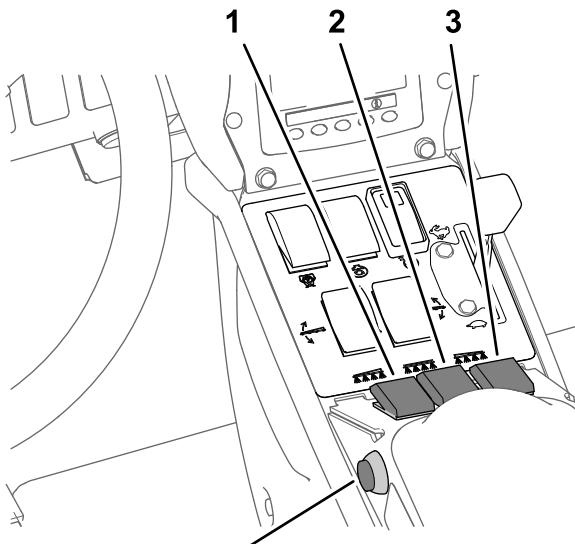

Figura 41
7. Ponga los interruptores de sección de fumigación en la posición de ACTIVADO (Figura 41).
10. Conduzca a la velocidad deseada y luego ponga el interruptor maestro en la posición de ACTIVADO para empezar a fumar (Figura 41).
3. Ponga el interruptor maestro en la posición de DESACTIVADO; consulte Figura 41, en Fumigación en el Modo de caudal de aplicación (página 38).
7. Ponga los interruptores individuales de las secciones que desea utilizar en la posición de ACTIVADO; consulte Figura 41 en Fumigación en el Modo de caudal de aplicación (página 38).
9. Conduzca a la velocidad deseada y luego ponga el interruptor maestro en la posición de ACTIVADO para empezar a fumigar; consulte Figura 41, en Fumigación en el Modo de caudal de aplicación (página 38).